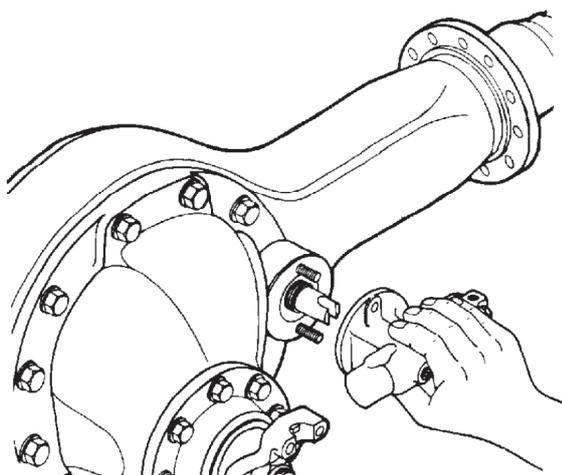

Figura 5
- C. Remova o mecanismo (Figura 5);